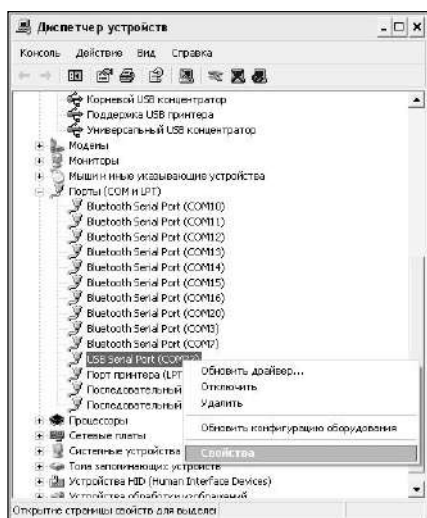
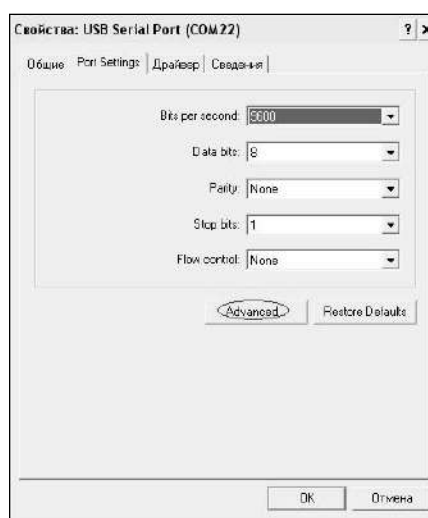
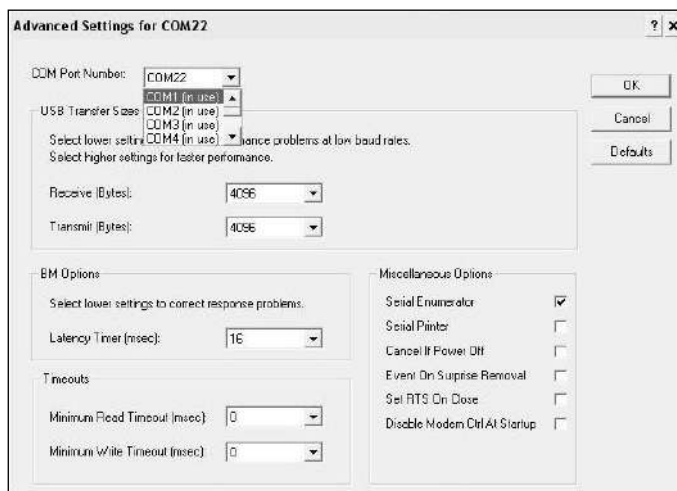

Рисунок 2.4 – Окно диспетчера устройств
Рисунок 2.5 – Окно свойств USB-порта
Рисунок 2.6 – Дополнительные настройки драйвера.
- найти строку «USB Serial Port (COM№)», в скобках указан номер COM-порта, если номер в скобках «1» настройка завершена - ничего менять не нужно, если номер не «1» необходимо вызвать окно свойств «USB Serial Port (COM №)» (правой клавишей мыши щелкнуть по строке USB Serial Port (COM №) и выбрать пункт меню «Свойства») (рисунок 2.4), перейти на вкладку «Параметры Окна», нажать кнопку «Дополнительно» (рисунок 2.5) и в выпадающем списке «Номер Com- порта» выбрать «COM 1» (рисунок 2.6), нажать кнопку «ОК».